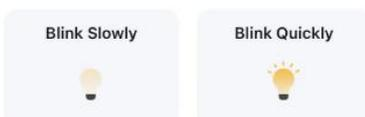

Abb. 5
- 2) Tippen Sie auf „Confirm the indicator is blinking“ in Abb.4. Abb. 5 wird angezeigt. Stellen Sie nun das Verhalten der Kontrollleuchte fest. Tippen Sie auf „Blink Quickly“.
- 2) Tippen Sie auf „Confirm the indicator is blinking“ in Abb.4. Abb. 5 wird angezeigt. Stellen Sie nun das Verhalten der Kontrollleuchte fest. Tippen Sie auf „Blink Slowly“.